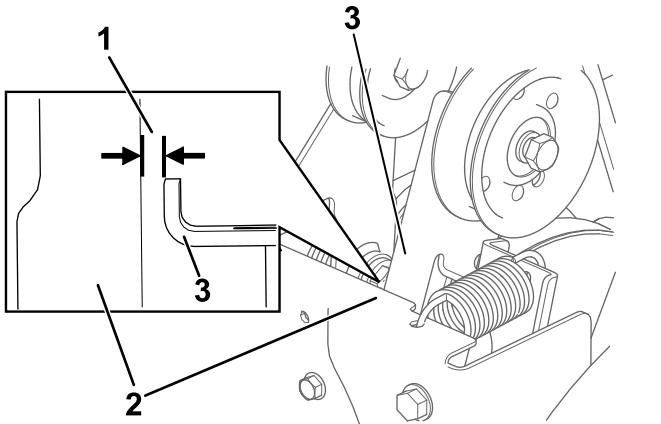

Figure 28
3. Lorsque le levier de commande de la vis sans fin/turbine est désengagé, vérifiez qu'un écart de 1,5 mm (1/16 po) existe entre le bras d'embrayage de la vis sans fin et le cadre de la machine, comme montré à la Figure 28.